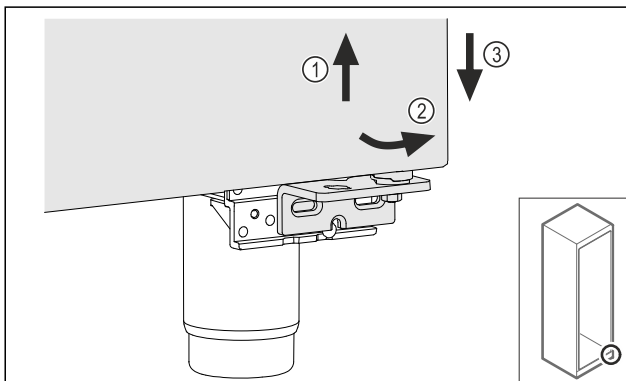

Fig. 27
- ▶ Немного приподнимите дверь Fig. 27 (1), наклоните снизу вперед Fig. 27 (2) и опустите Fig. 27 (3).